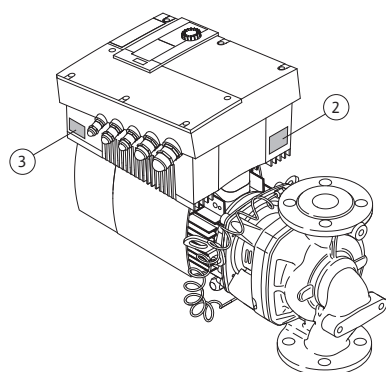

Fig. 12: Typskyltarnas placering:
- Motortypskylten finns på kabelgenomföringarnas sida på elektronikmodulen (Fig. 12, pos. 3). Den elektriska anslutningen ska upprättas enligt uppgifterna på motortypskylten.